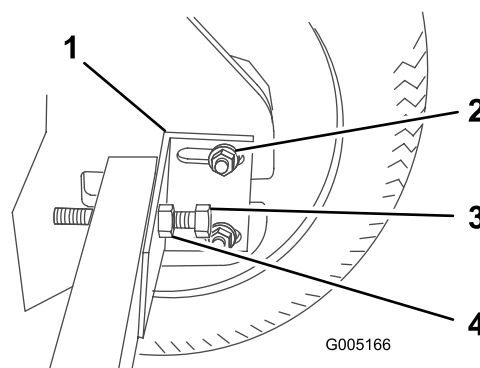

Figure 34
3. Desserrez les écrous de fixation du support de retenue d'essieu (Figure 34).
4. Desserrez l'écrou du boulon de tension de chaîne et desserrez le boulon (Figure 34).
7. Positionnez le support de retenue d'essieu contre l'essieu et le châssis, puis serrez l'écrou sur le boulon pour le fixer en place (Figure 34) et serrez l'écrou à 40,7 N·m (30 pi-lb).